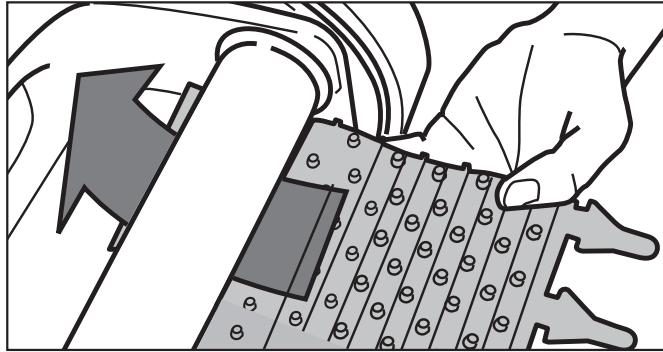

Figure 21. Positionner la nouvelle brosse sur le rouleau
2. Positionner la nouvelle brosse sous le rouleau avec les brins orientés vers le bas (Figure 21).